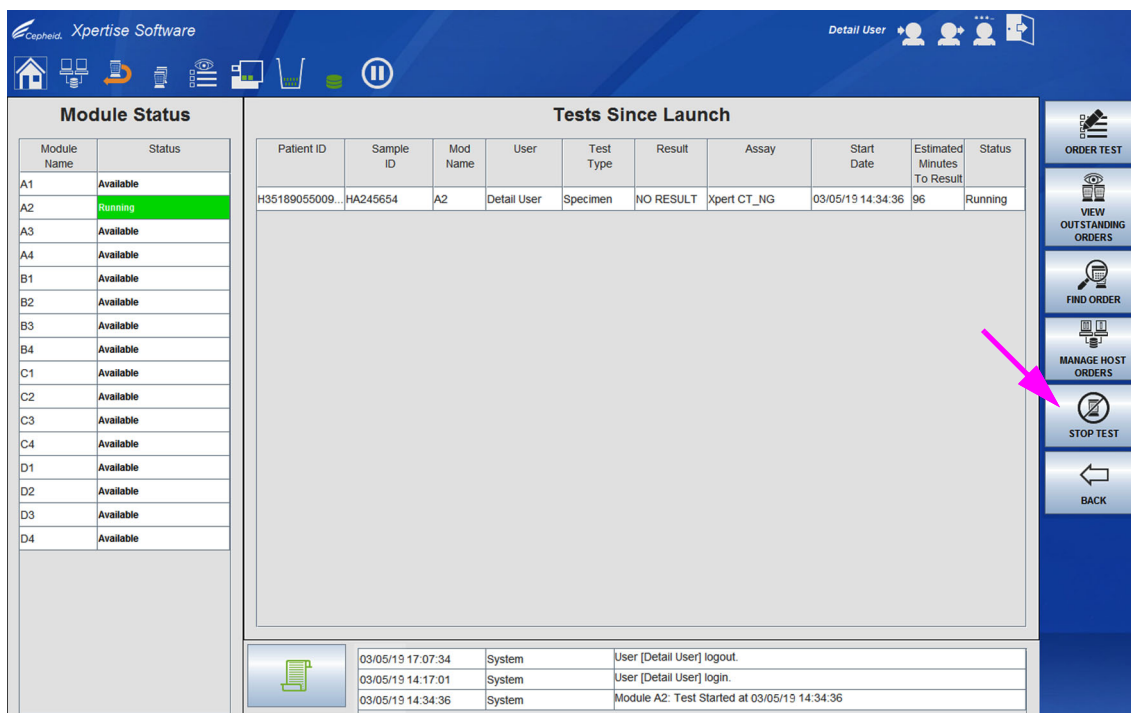
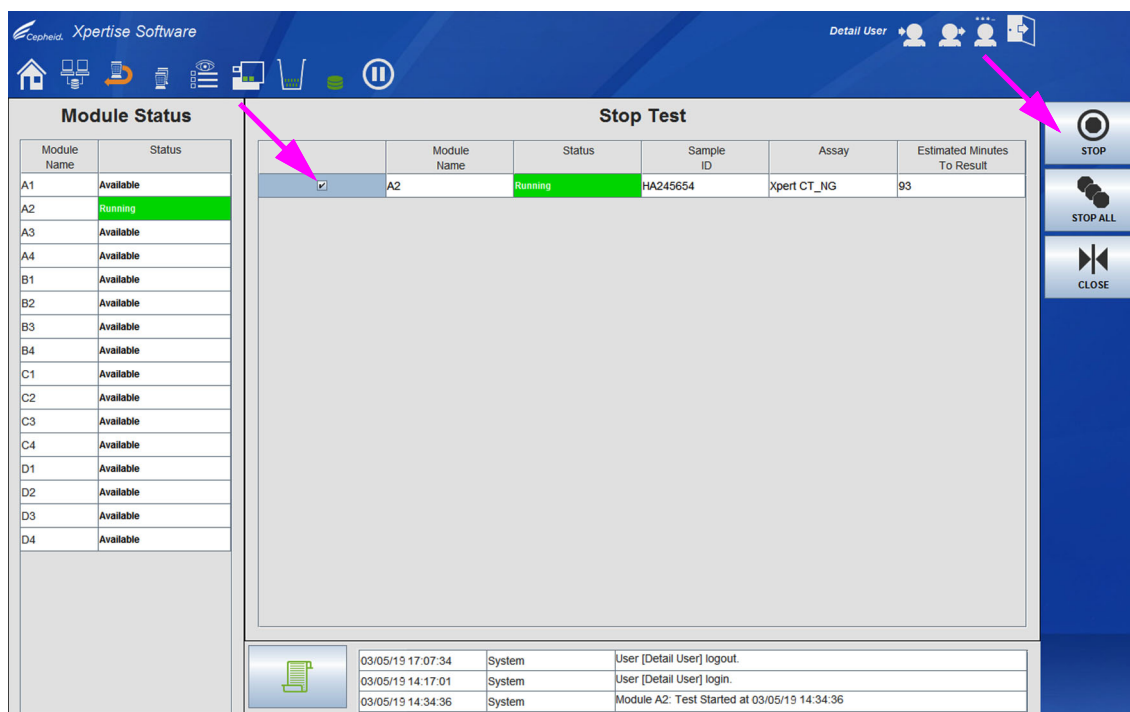
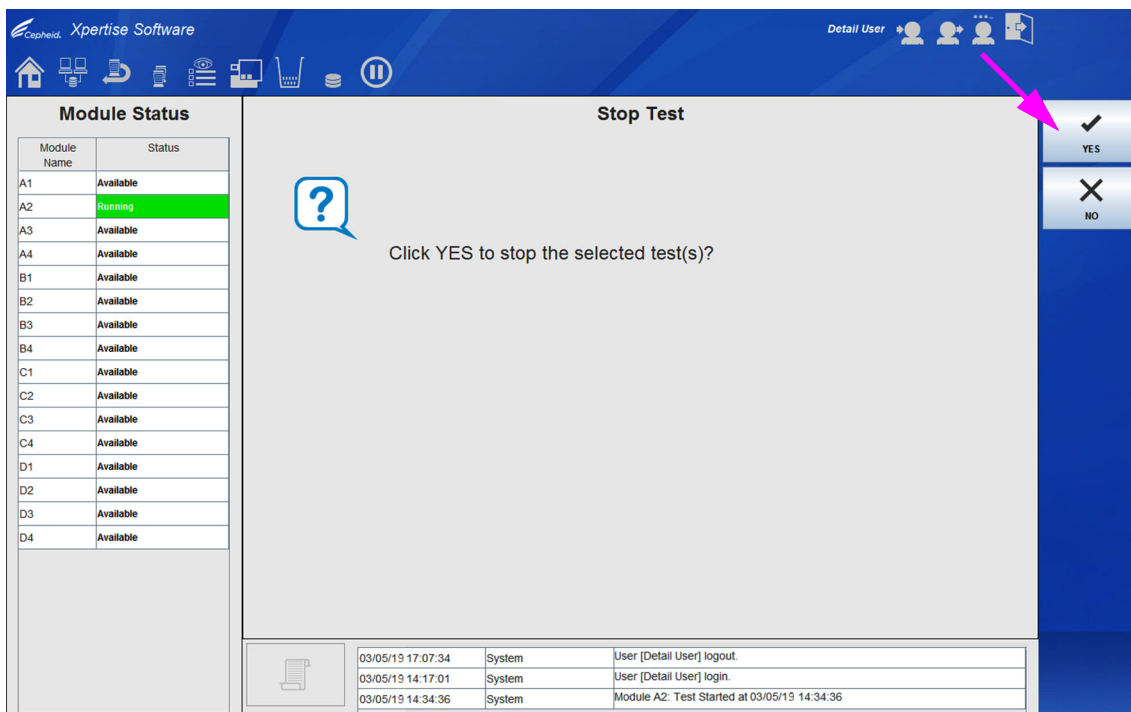
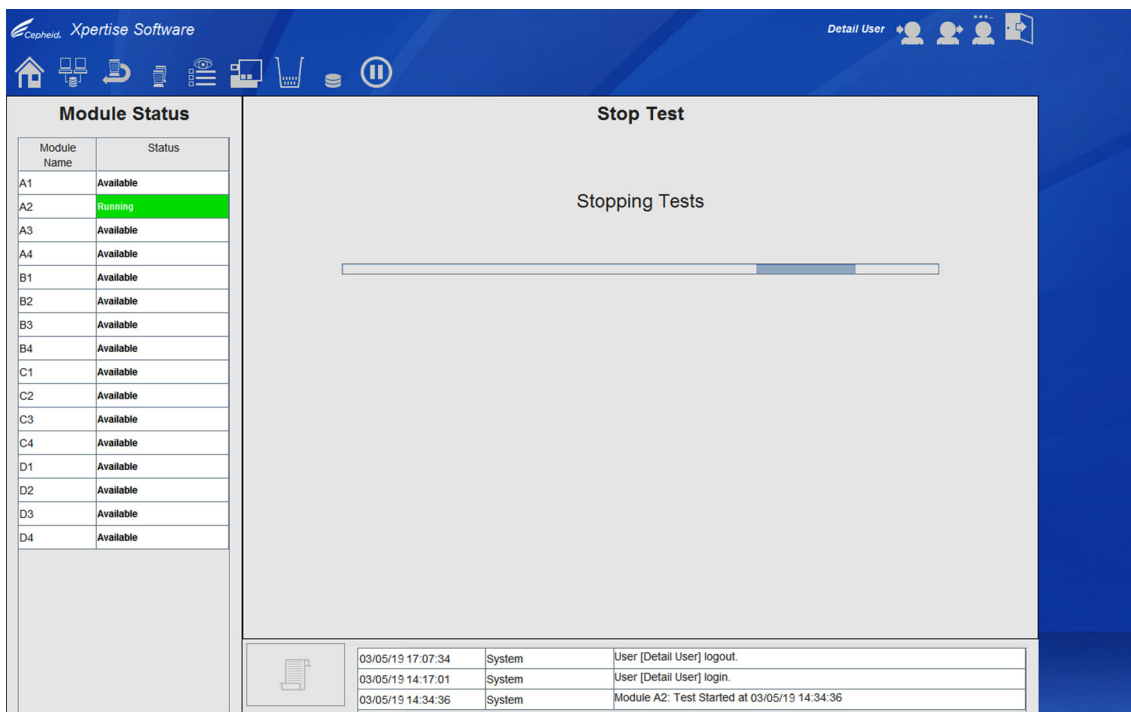

図 5-84. オーダーメニューワークスペース
図 5-85. テストの停止ワークスペース
図 5-86. テストの停止ワークスペース
図 5-87. テストの停止ワークスペース、進行状況バーを表示
1. Xpertise ホームワークスペース (図 5-61 を参照) で、**オーダー (ORDERS)** ボタンを選択します。オーダーメニュー (Orders Menu) ワークスペースが表示されます。図 5-84 を参照。
2. **テストの停止 (STOP TEST)** ボタンを選択します (図 5-84 を参照)。テストの停止 (Stop Test) ワークスペースが表示され、現在実行中の全てのテストが表示されます。図 5-85 を参照。
3. テストの停止 (Stop Test) ワークスペースで、停止するテストを選択します。図 5-85 を参照。
4. **停止 (STOP)** ボタンを選択します (図 5-85 を参照)。テストの停止確認 (Stop Test Confirmation) ワークスペースが表示されます。図 5-86 を参照。
実行中の全てのテストを停止するには、**全て停止 (STOP ALL)** ボタンを選択します。図 5-85 を参照。実行中の全てのテストが、テストの停止プロセスを開始し、進行状況バーが表示されず。図 5-87 を参照。
5. **YES** ボタンを選択します (図 5-86 を参照)。選択したテストが停止し、テストの停止プロセスの進行状況を示す進行状況バーが表示されます。図 5-87 を参照。
6. テストが停止すると、テストの停止 (Stop Test) ワークスペースが表示されます。図 5-85 を参照。**閉じる (CLOSE)** ボタンを選択します。